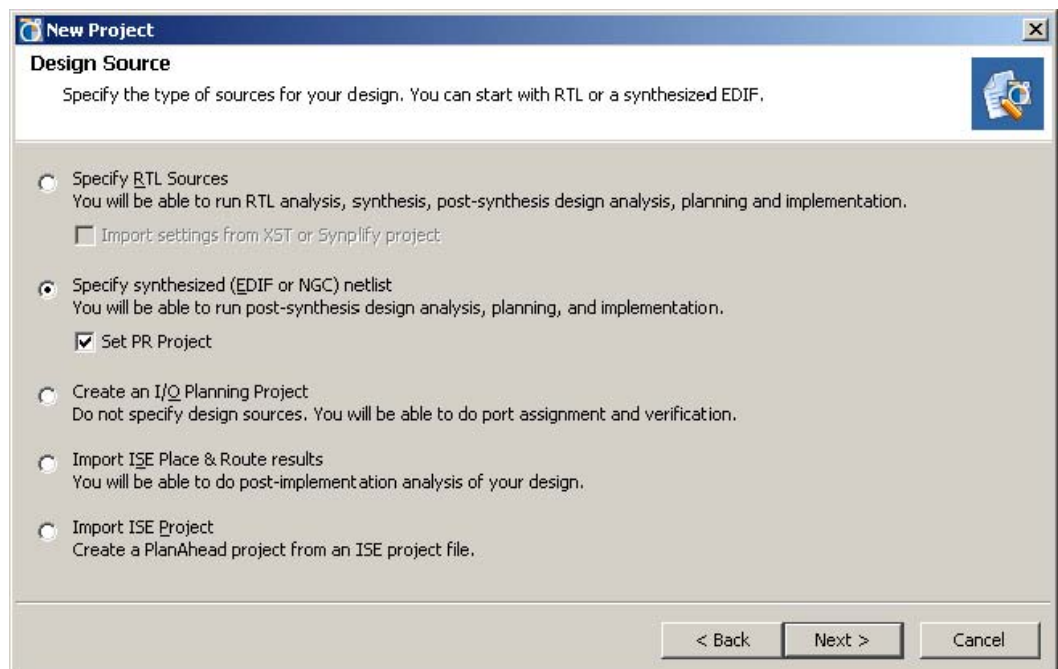

図 4-1 : New Project ウィザード
1. New Project ウィザードを起動し、プロジェクト名とディレクトリを指定し、合成済みネットリスト (EDIF または NGC) をインポートします。パーシャル リコンフィギュレーション プロジェクトは、PlanAhead ソフトウェアの RTL レベルでは開始できません。これをパーシャル リコンフィギュレーション プロジェクトとして定義するには、[Set PR Project] をオンにします。図 4-1 は、New Project ウィザードを示しています。